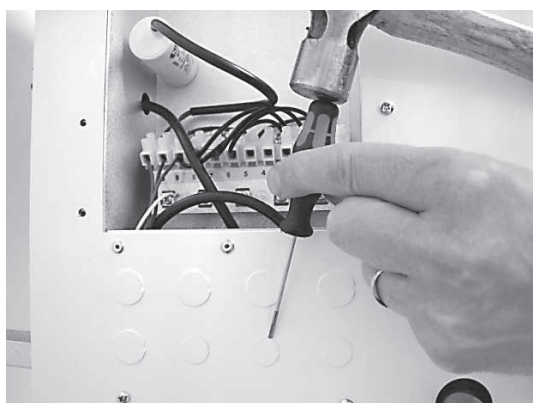
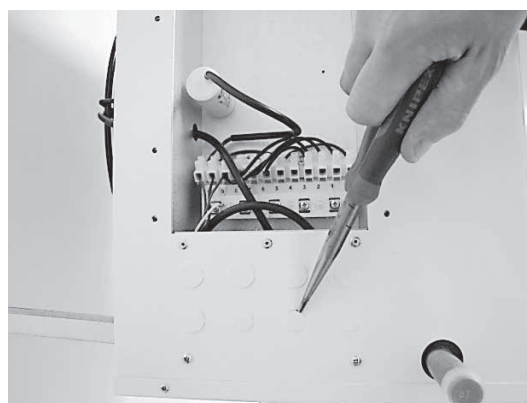

Bild 34
Bild 35
7. Tag bort det antal kabelintag som behövs för installationen med hjälp en spetsig skruvmejsel och hammare enl. bild 34. Bryt bort brickan med en tång enl. bild 35.